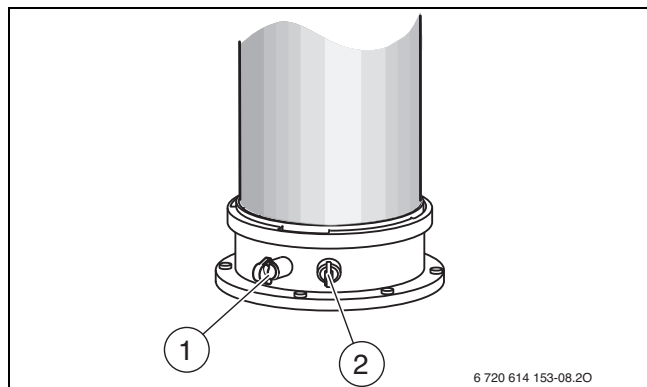

Fig. 62 Orificiul de măsurare a gazelor arse și orificiul de măsurare a aerului de ardere
- ▶ Îndepărtați dopurile de la orificiul de măsurare a gazelor arse [1] (→ Fig. 62).